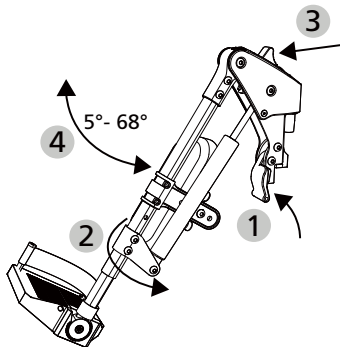

Abb.41
Zum Einhängen der Beinstütze siehe Kapitel 3.3. Zum Abschwanken der Beinstütze betätigen Sie den Verriegelungshebel nach vorne und schwenken dabei die Beinstütze seitlich ab (1/2, Abb. 41).
1. Drücken Sie den Auslösehebel der Gasdruckfeder nach vorne (3/4, Abb. 41). Dabei verringert sich der Kniewinkel von 68° bis 5° solange der Auslösehebel gehalten wird.
4. Zur Vergrößerung des Kniewinkels drücken Sie den Auslösehebel nach vorne und drücken zeitgleich die Beinstütze nach unten (3/4, Abb. 41).